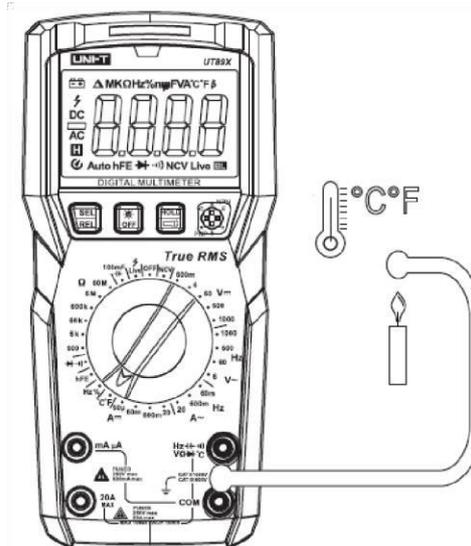

Рисунок 10
9.8 температуры (только UT890X) (Рис.10)